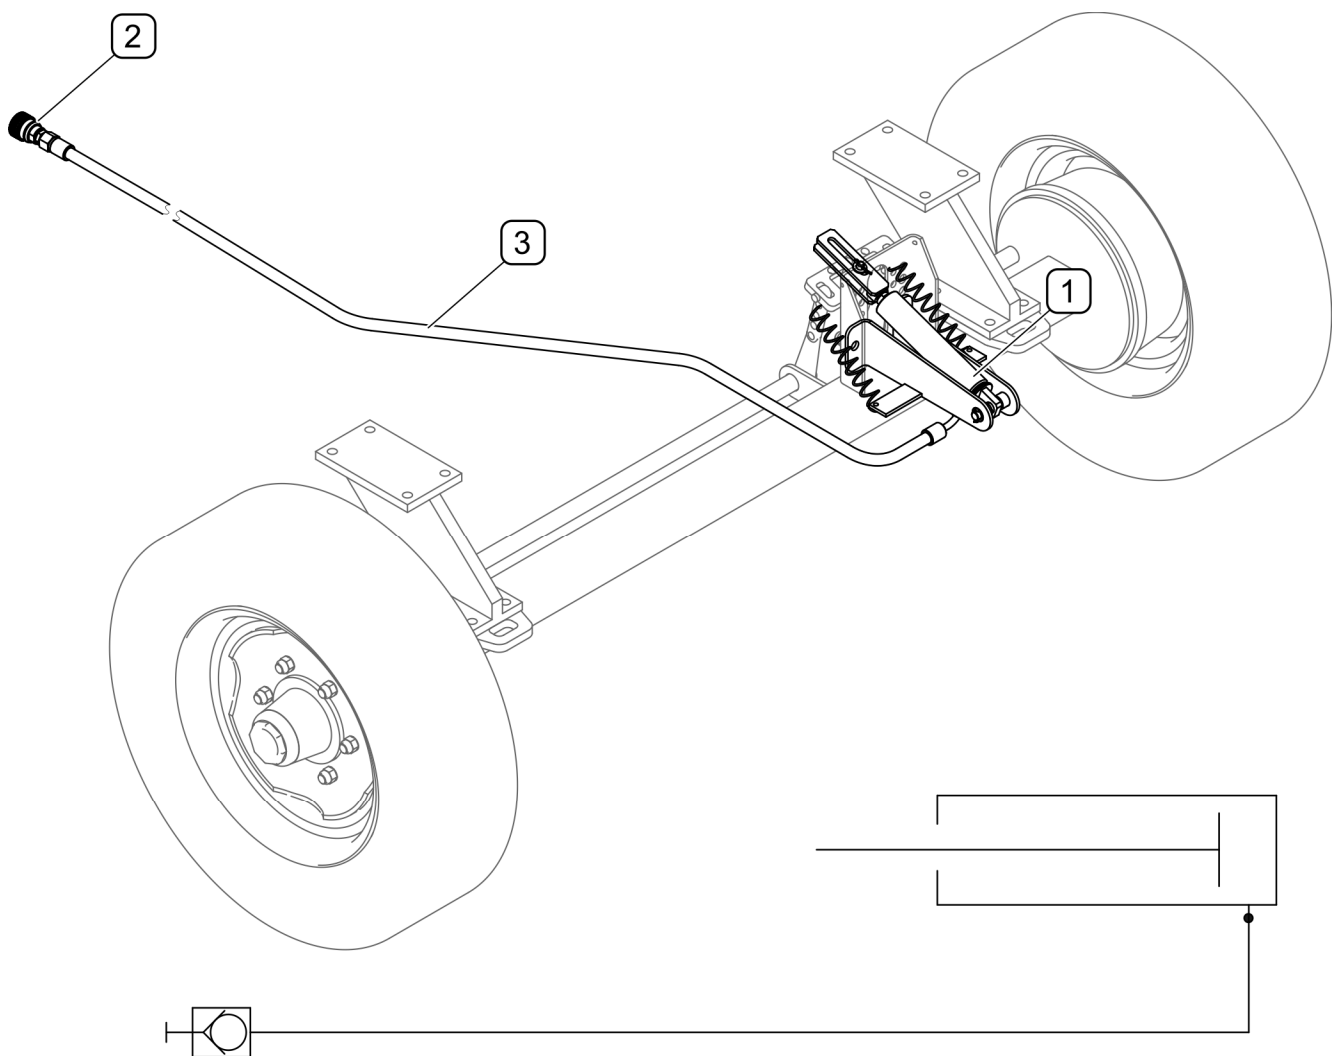

РИСУНОК 3.6 Конструкція гідравлічної гальмівної системи (на замовлення)
(1) - гідравлічний привод; (2) - швидкокорознімна муфта; (3) - гідропровід
На замовлення підмітально-прибиральна машина може бути оснащена гідравлічною гальмівною системою (РИСУНОК 3.6), що складається з циліндра (1), швидкокорознімною муфтою (2) і гідроприводом (3).